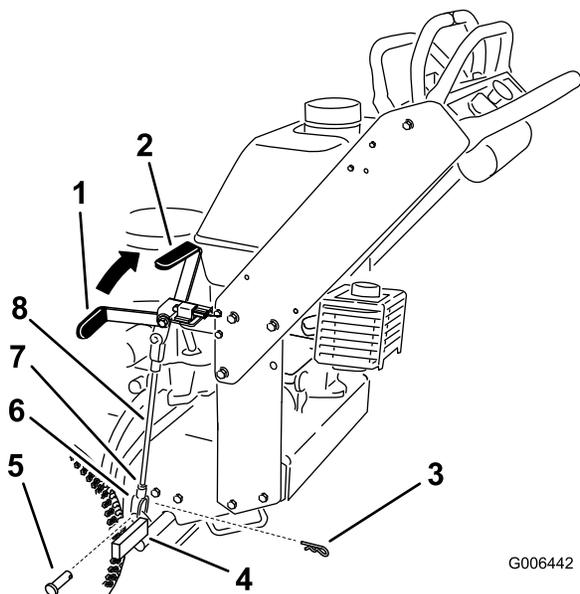

Bild 36
Hinweis: Wenn die Bremse aktiviert ist, sollte der Bremshebel auf 1 Uhr stehen (Bild 36).
5. Lösen Sie die obere und untere Klemmmutter (Bild 36).
6. Entfernen Sie zum Einstellen der Bremse den Splint und den Lastösenbolzen vom unteren Bremshebel (Bild 36).
- Zum Lösen der Bremse verkürzen Sie die Stange zwischen den Jochs (Bild 36).
8. Befestigen Sie das Joch mit dem Splint und dem Lastösenbolzen am unteren Bremshebel (Bild 36).
9. Ziehen Sie die obere und untere Klemmmutter an (Bild 36).